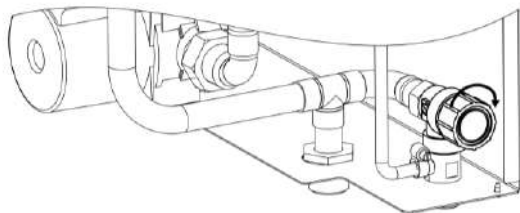

Рисунок 35. Поворот крышки клапана
**14.4** В начале отопительного сезона перед запуском прибора необходимо выполнить промывку предохранительного клапана – повернуть поворотную крышку в направлении стрелки (см. рис. 35).